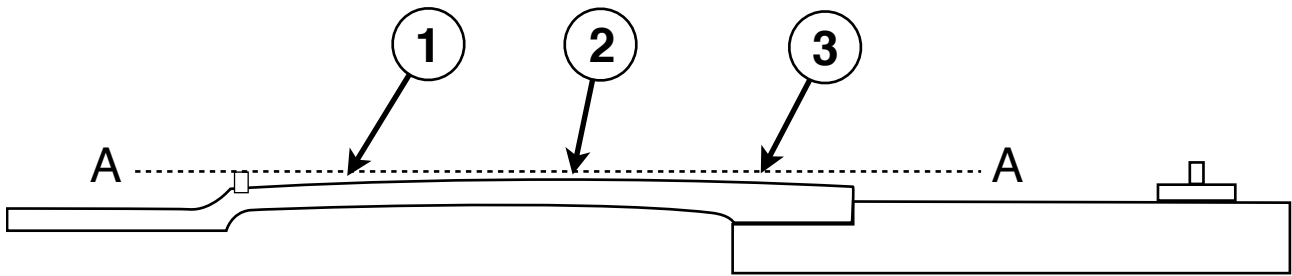
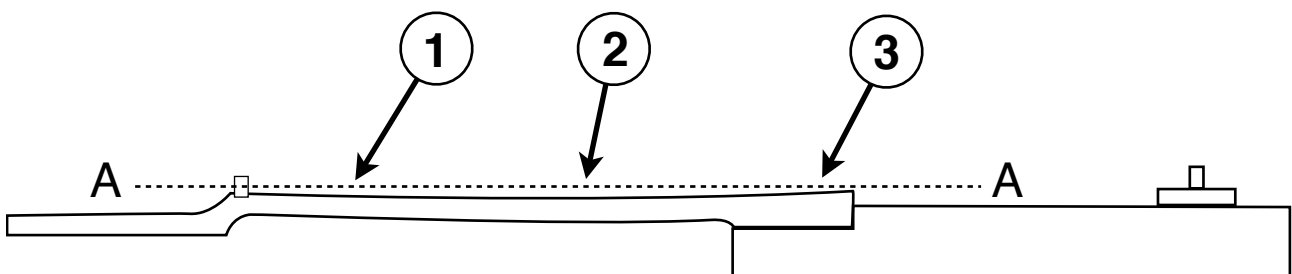

Fig. 14
Fig. 15
En la **Fig. 14** puedes ver que el bajo trastea en los primeros trastes ①, y deja de trastear mas o menos en el medio del mástil ② y no trastea en los últimos trastes ③ la señal que hay que soltar el alma por que el mástil no tiene relieve o lo tiene hacia atrás, puedes verlo con la referencia de la línea recta **A-A**.
En la **Fig. 15** el instrumento tiene relieve en sentido correcto pero es demasiado grande. El instrumento no trasteará en los primeros trastes ni en el medio pero trasteará en los últimos trastes, es la señal que hay que enderezar el mástil apretando el alma. Deberás tensar la cabeza del alma un 1/4 de vuelta que en un alma común sería en el sentido de las agujas del reloj.
11. Presta mucha atención donde trastea el instrumento. Si lo hace en los primeros trastes (**Fig. 14**) deberás aflojar el alma 1/4 de vuelta. Si lo hace en los últimos trastes (**Fig. 15**) deberás apretar el alma 1/4 de vuelta.